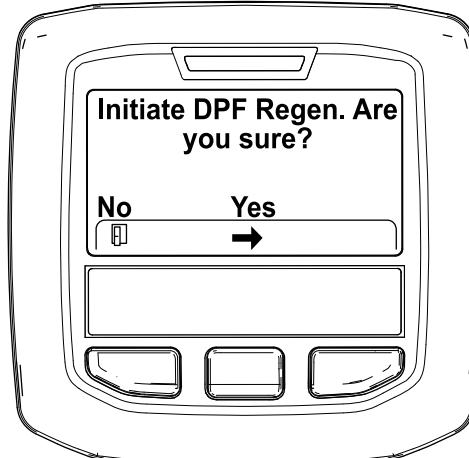

Figura 33
- Quando surge a mensagem “Initiate DPF Regen. Are you sure?” (Iniciar Regen. DPF. Tem a certeza?), prima o botão central (Figura 33).